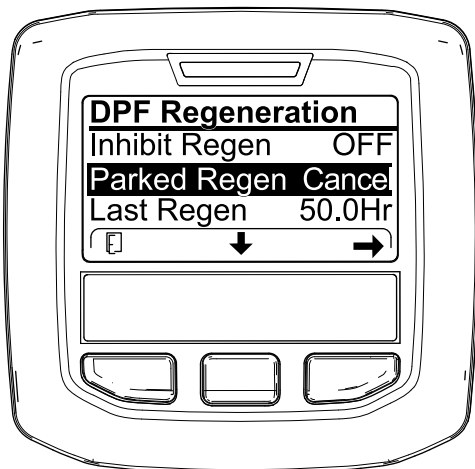
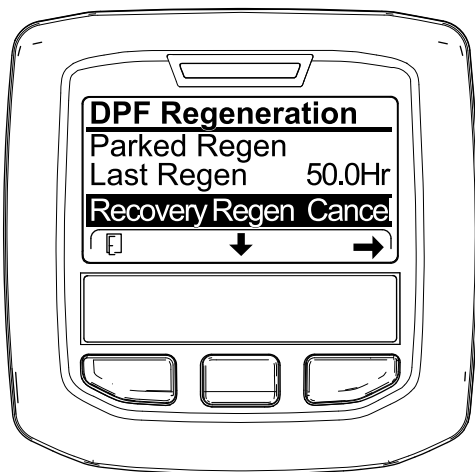

Figura 82
Figura 83
1. Acesse ao menu Regeneração do filtro de partículas de gásóleo (Figura 82).
2. Prima o botão central para ir até à opção CANCELAR REGENERAÇÃO EM ESTACIONAMENTO (Figura 82) ou CANCELAR REGENERAÇÃO DE RECUPERAÇÃO (Figura 83).
3. Pressione o botão direito para seleccionar a entrada Cancelar regeneração (Figura 82 ou Figura 83).